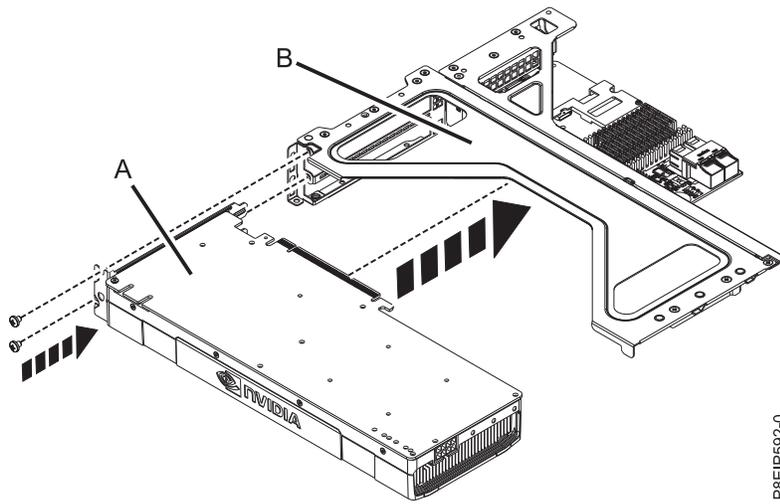

Abbildung 25. Grafikprozessor in die Riserkarte einsetzen
2. Stecken Sie den Grafikprozessor (A) in die Riserkarte für PCIe-Adapter (B) (siehe Abb. 25). Befestigen Sie den Adapterkassettenhalter des Grafikprozessors nach Bedarf mit einer oder zwei Schrauben.